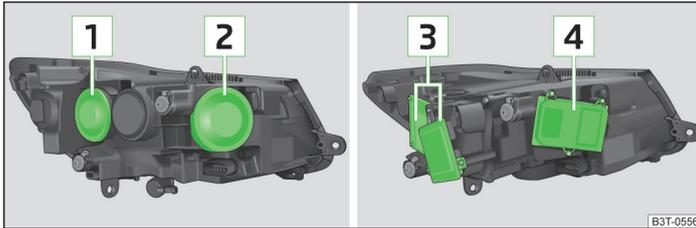

Abb. 201 Glühlampenordnung: Scheinwerfer mit Halogen-Licht / mit Xenon-Licht
- Die Gummiabdeckung 1 » Abb. 201 auf Seite 260 abnehmen.
- Die Gummiabdeckung 2 » Abb. 201 auf Seite 260 abnehmen.